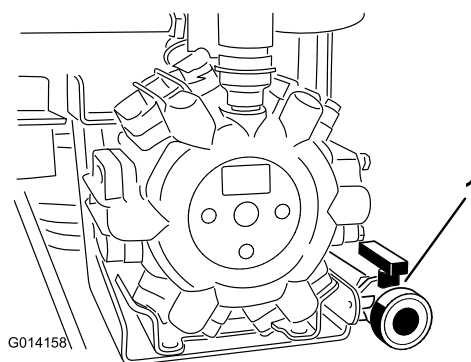

図 22
2. タンクのドレン・バルブは車両の後部にある（図 22）。バルブは車両の後部近くにあり、ブラケットについている。